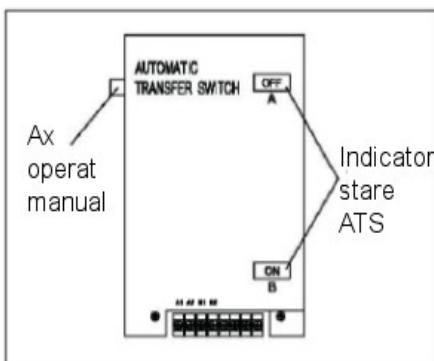

Fig.3-13
- f) Display-ul pentru starea comutatorului de transfer indica "ON" (fig. 3-13).